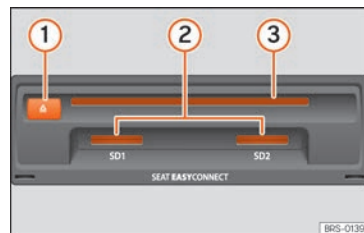

Abb. 175 Datenträger-Einschübe im Handschuhfach.
• CD mit der beschrifteten Seite nach oben so weit in den DVD-Schacht » **Abb. 175 ③** einschieben, bis sie automatisch eingezogen wird.
Kompatible Speicherkarte mit der abgeschnittenen Ecke zuerst und mit den Kontaktflächen nach unten in den Speicherschacht **» Abb. 175 ②** oder **» Abb. 139 ⑨** einschieben, bis sie einrastet.